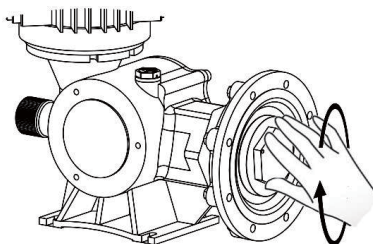

Рисунок 10
7. Очистите проходную часть, нанесите смазку на шток, защитите металлические детали от коррозии и установите новую мембрану, закрутив ее по часовой стрелке (см. рис. 10).